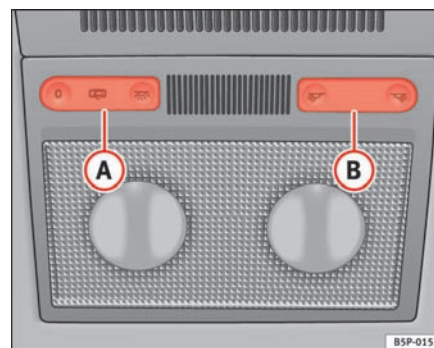

Fig. 79 Loft: kabinelys foran
Med kontakten ① ⇒ fig. 79 kan du indstille følgende positioner: ▶
Tryk kontakten i position O ⇒ side 118, fig. 79.